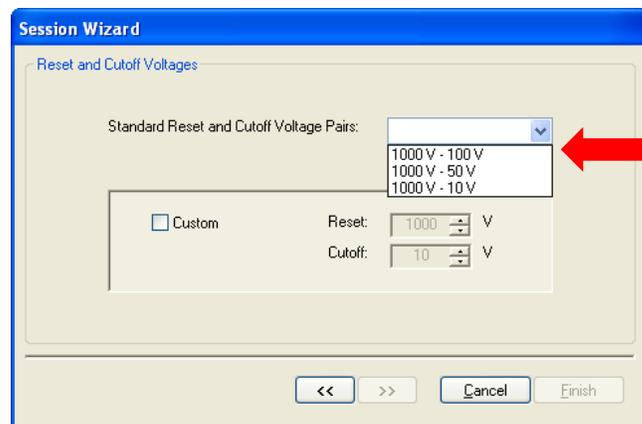

図 39: 標準の **Reset** と **Cutoff Test** 電圧を選択します。
a. 標準 **Reset** と **Cutoff Voltages** の設定(図39)